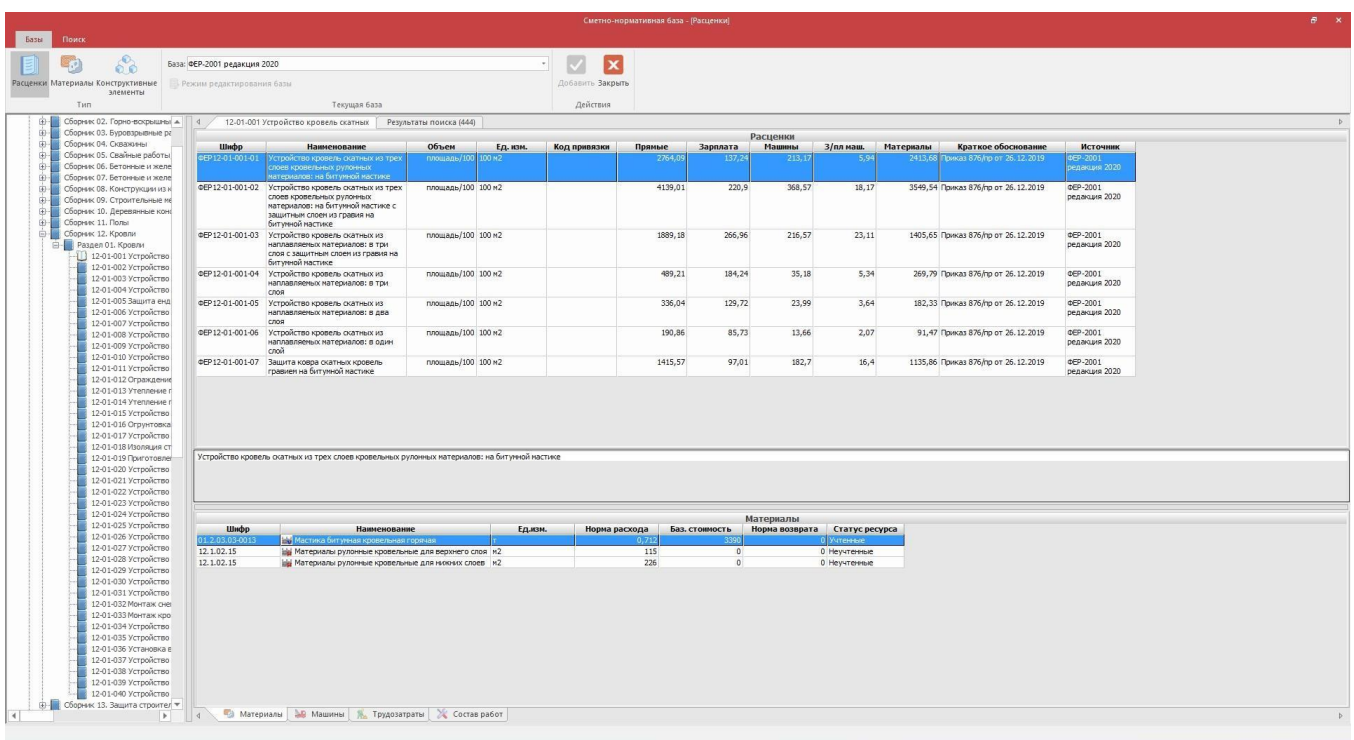

Рис. 5.3 Выбор нормы в базе
1. В открывшемся диалоговом окне *СНБ* выбрать норму (материал или конструктивный элемент) и нажать на кнопку *Добавить* (рис. 5.3).